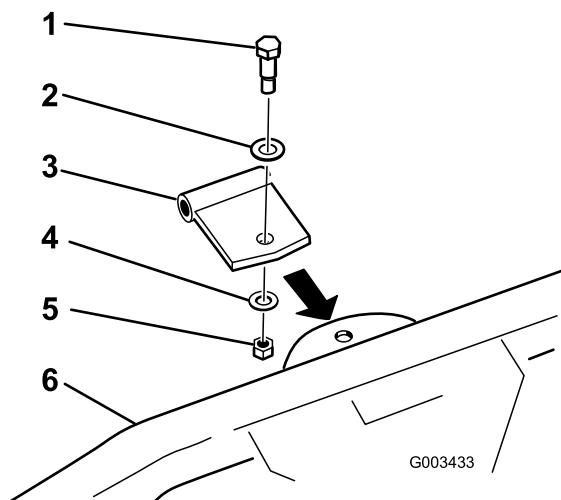

Figura 10
2. Fissate la staffa orientabile dritta sul rastrello a molle con un bullone di spallamento, la rondella da 0,531 x 1,063 poll., la rondella da 0,469 x 0,922 poll. e il dado di bloccaggio da 7/16 poll., come illustrato nella Figura 10.